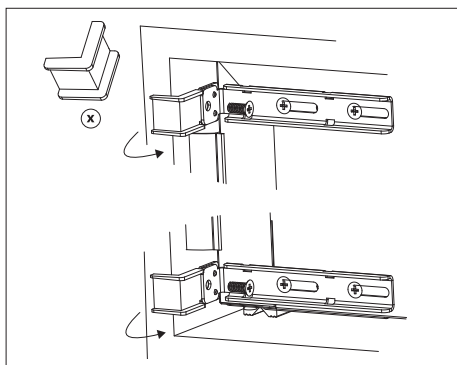

Рис. 8
10. Аккуратно отломите передние части распорных элементов (помечены «X») и утилизируйте их (рис. 8).